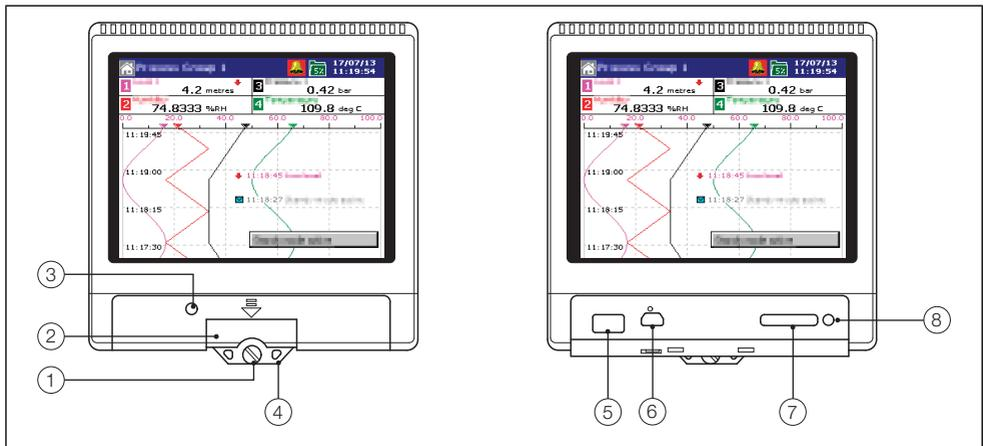

Abb. 5.1 Merkmale der Frontblende
Legende zu Abb. 5.1:
- Entfernen Sie keine Medien, wenn die Anzeigeleuchte „Archivierung aktiv“ leuchtet – siehe Abb. 5.1, Seite 24.